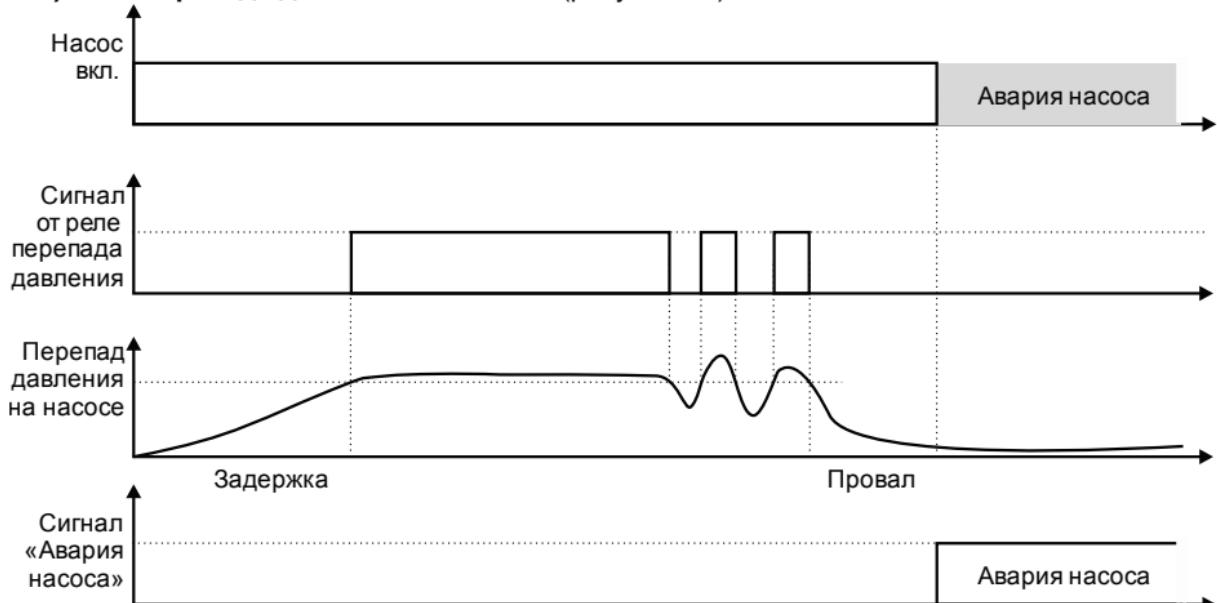

Рисунок 3.3 – Обработка сигнала от датчика перепада давления ($\Delta P_1/\Delta P_2/\Delta P_3$)
1) Нет перепада давления на насосе (рисунок 3.3)